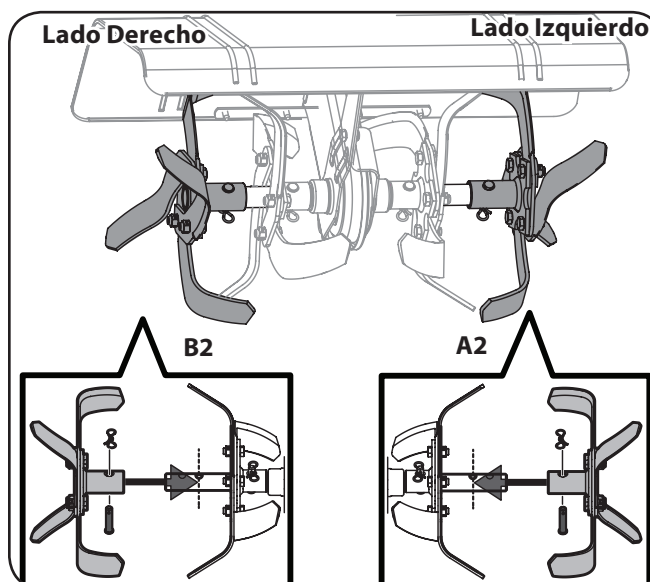

Figura 3-2
- Use dos pasadores de horquilla y dos chavetas de la bolsa manual. Desde el frente de la cultivadora, instale los externo LH dientes (A2) y los externo RH dientes (B2) en el eje de los dientes exteriores como se muestra en la Figura 3-2.